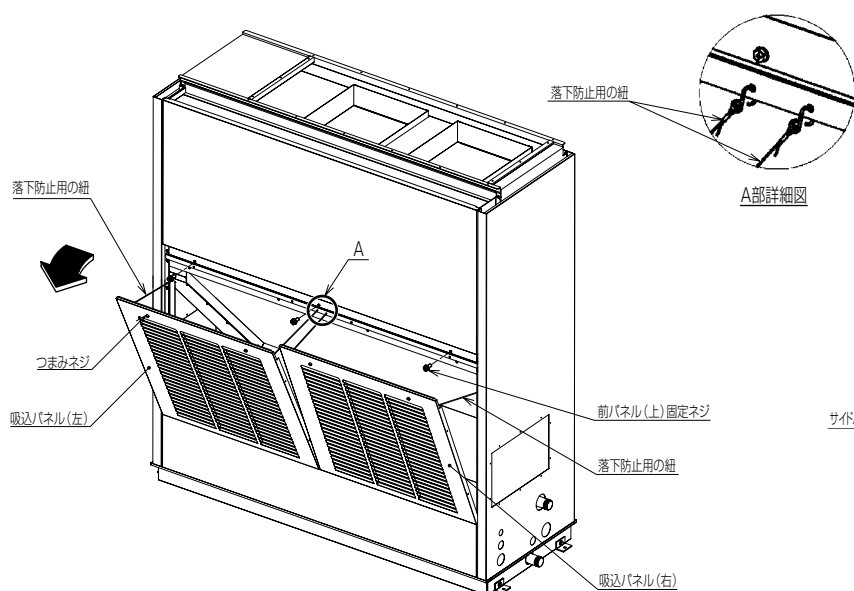

図3
- ② 吸込パネルに付いている落下防止用の紐を外し（各2カ所）、吸込パネル（左・右）を取外してください。（図3）
- ③ 濡れた布などでドレンパン、サイドパネル（内部）のごみ・埃を拭き取ってください。
- ④ 熱交換器、ドレンパン、サイドパネル（内部）を水道水で水洗いしてください。
- ⑤ 洗浄後は、やわらかい布で洗浄水を拭き取り、製品をよく乾かしてください。